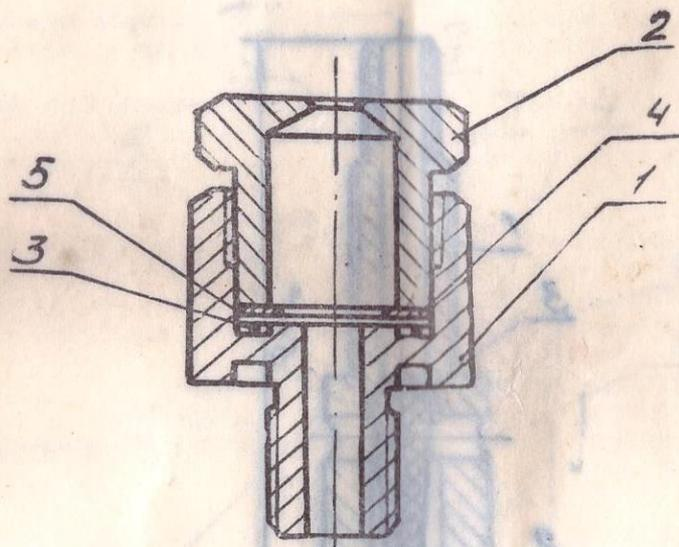

Рис. 3. Пробка защитная
- 4.8. Пробка защитная (см. рис. 3) предназначена для снятия опасного давления в автоклаве при повышении его выше 0,6 МПа.